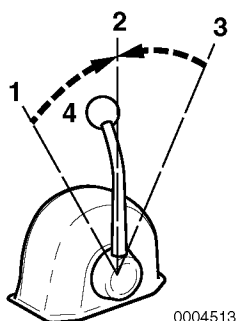

Figure 3
Utilisez la manette d'accélération (**Figure 3, (4)**) pour commander l'accélération et la décélération. Déplacez lentement la manette.
2. Lors du déplacement de la manette entre VERS L'AVANT (**Figure 3, (1 ou 3)**) et VERS L'ARRIÈRE (**Figure 3, (3 ou 1)**), mettez embrayage sur NEUTRE (**Figure 3, (2)**) et marquez un temps d'arrêt avant de passer doucement à la position désirée. Ne passez JAMAIS brusquement de VERS L'AVANT à VERS L'ARRIÈRE ou vice versa.